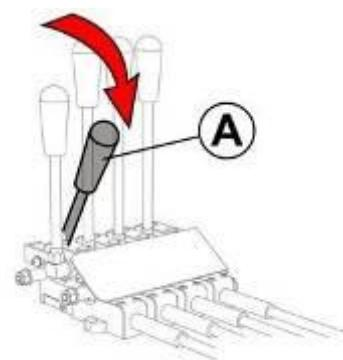

РИС. 6.3
Для запуска режущего аппарата передвиньте рычаг (A) управления ротором, расположенный в кабине трактора, в позицию показанную на РИС. 6.3.